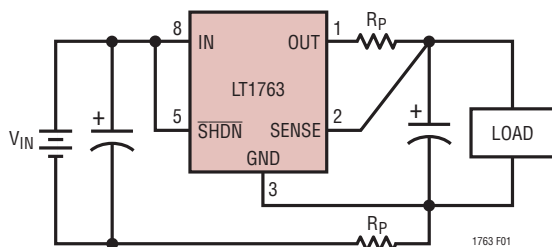

図1. ケルビン検出接続
**SENSE (ピン5/ピン2):** 出力検出ピン。LT1763の固定電圧バージョン (LT1763-1.5 / LT1763-1.8 / LT1763-2.5 / LT1763-3 / LT1763-3.3 / LT1763-5) では、SENSEピンはエラーアンプへの入力です。SENSEピンがレギュレータのOUTピンに接続される場合に、最適なレギュレーションが得られます。クリティカルなアプリケーションでは、レギュレータと負荷の間のPCトレースの抵抗 ( $R_p$ ) によって小さな電圧降下が生じます。この電圧降下は図1に示すように (ケルビン検出接続)、SENSEピンを負荷のところで出力に接続することにより除去できます。